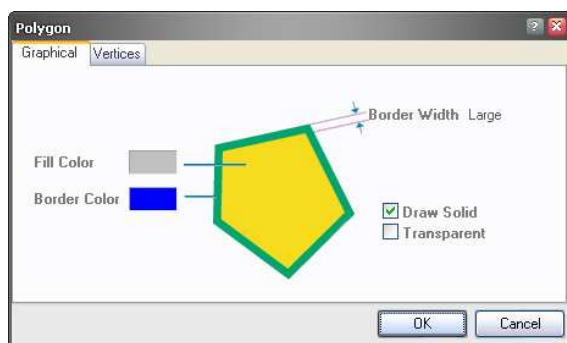

图 5.4 “Polygon”对话框
(4) 在“Unit”选项卡内的“Imperial Unit System”选项区域内勾选“Use Imperial Unit System”选项框, 将绘图单位设置为英制。
(5) 单击“Library Editor Workspace”对话框上部的“Library Editor Options”选项卡标签, 打开“Library Editor Options”选项卡。
(6) 在“Library Editor Workspace”对话框中的“Grids”选项区域内的“Snap”编辑框中输入“1”, 将对齐网格的边长设置为 1, 然后单击“OK”按钮, 关闭“Library Editor Workspace”对话框。
(7) 选择“Place”->“Polygon”命令, 或者单击工具栏中的绘图工具按钮, 在弹出的工具栏中选择绘制多边形工具, 单击键盘上的“Tab”键, 打开如图 5.4 所示的“Polygon”